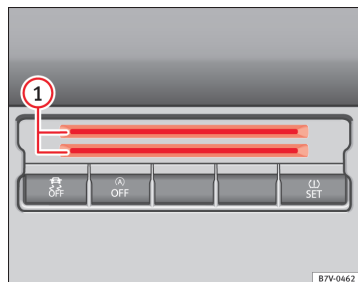

Fig. 107 I midterkonsollen nederst: kortholdere
I midterkonsollen nederst kan der være placeret kortholdere ⇒ Fig. 107 ① til opbevaring af fx mønter, benzinkort, parkeringsbilletter eller lignende.